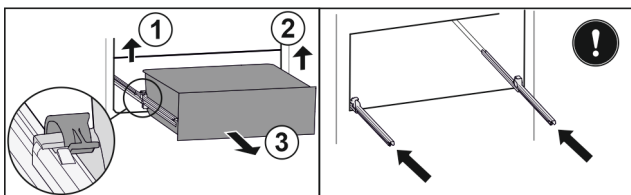

Fig. 75
- ▶ Podnieść lewy zacisk i wysunąć jednocześnie szufladę po lewej do przodu. Fig. 75 (1)
- ▶ Podnieść prawy zacisk i wysunąć jednocześnie szufladę po prawej do przodu. Fig. 75 (2)
- ▶ Wyjąć szufladę do przodu. Fig. 75 (3)